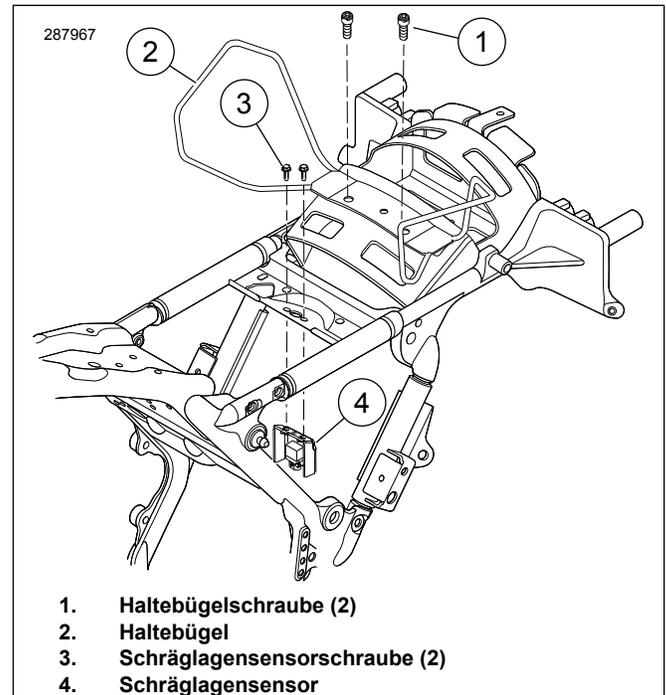

Abbildung 1. Schräglagensensorschrauben entfernen
5. **Falls mit Haltebügel ausgestattet:** Siehe Abbildung 1. Die Haltebügelschrauben (1) entfernen und entsorgen.
7. **Modelle von 2009–2018:** Die Schrauben (3), mit denen die BAS Halterung (4) befestigt ist, entfernen.